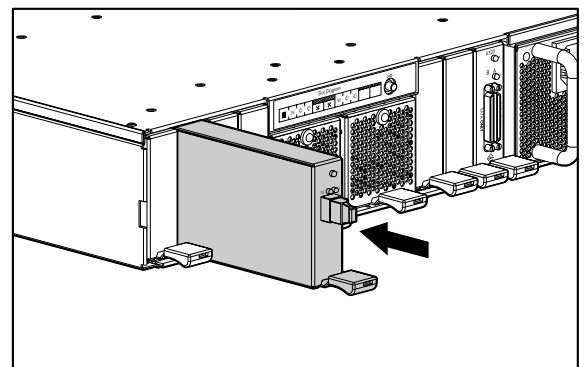

Abbildung 11: Einsetzen des Fibre Channel-I/O-Moduls
1. Schieben Sie das Fibre Channel-Modul in den Schacht, bis es einrastet, wie in Abbildung 11 gezeigt.